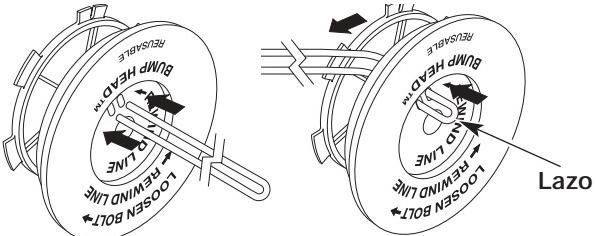

Fig. 15
- Tome aproximadamente 6 m (20 pies) de nueva línea de corte, enlácela en dos longitudes iguales. Inserte cada extremo de la línea a través de uno de los dos orificios del carrete interior (Fig. 15). Pase la línea a través del carrete interior de modo que el lazo sea lo más pequeño posible.